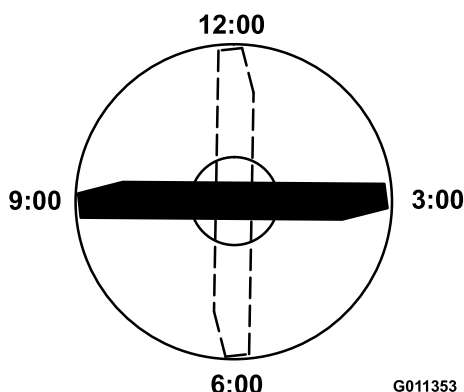

Bild 71
3. Positionieren Sie die Schnittkante der markierten Messerseite in die 12-Uhr-Stellung (geradeaus in Mährichtung) und messen die Höhe vom Tisch bis zur Schnittkante (Bild 71).
4. Drehen Sie die markierte Seite des Messers auf die 3- und die 9-Uhr-Stellung und messen Sie die Höhe (Bild 71).